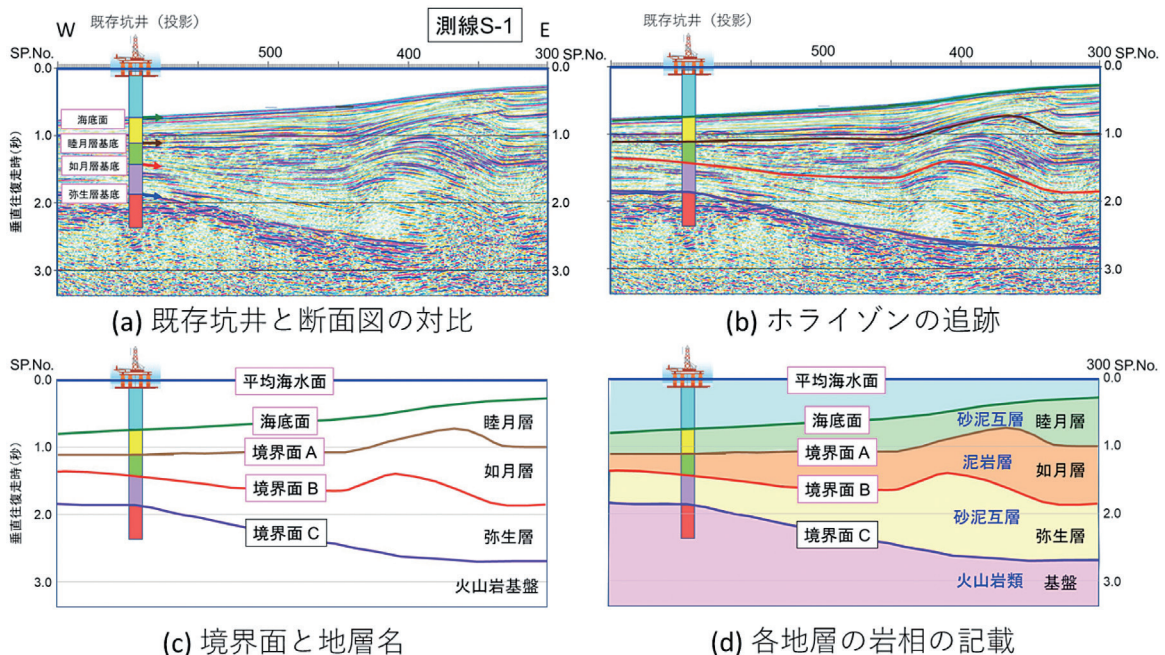
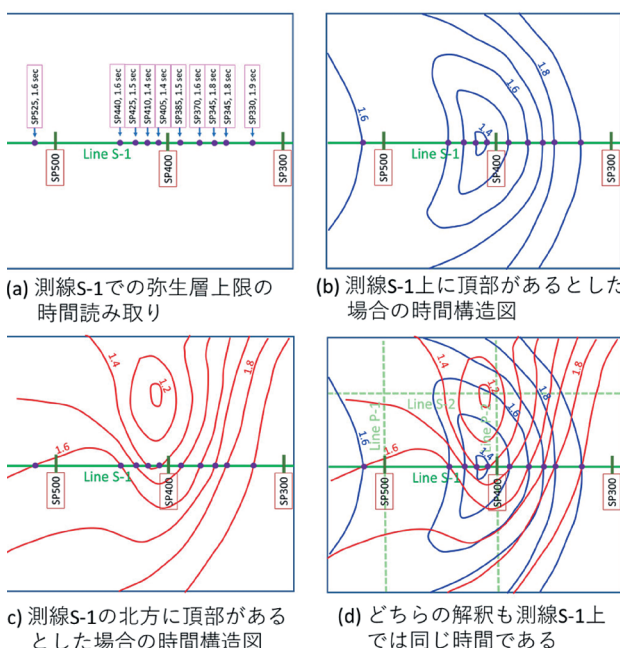
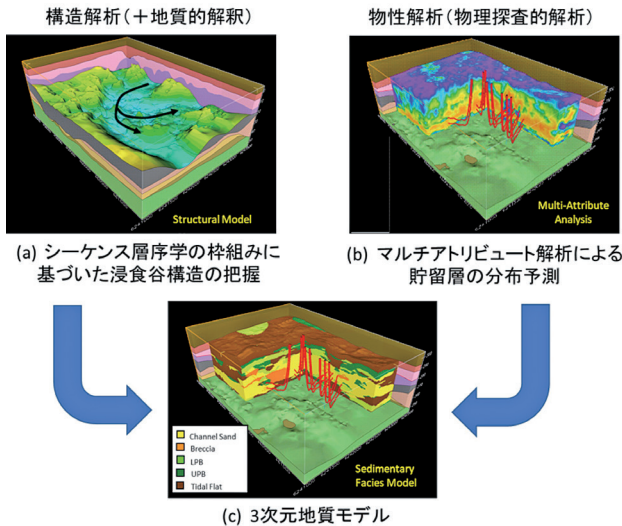

図33 反射法データ解釈の具体例
図34 2次元反射法データ解釈の任意性
図36 3次元地質モデル構築の例
Step 1は、既往の坑井データ・地質データの整理です。周辺地域に存在する地質・物理探査データを収集して解釈作業に使えるデータを整理します。そしてStep 2の地層境界・物性境界の対比に移りますが、具体例としては図33(a)に示すように、例えば測線の近傍にある既往坑井の地層境界情報を測線上に投影して、解釈する境界面のスタート位置を決めます。既往坑井がない新規フィールドでは、地震探査断面図そのものの波形の特徴から解釈する境界面を決
めることもあります。そして、**図33 (b)**に示すように解釈を断面図上に伸ばしていきます。その結果得られたのがStep 3の構造解釈で、**図33 (c)**に示すように各境界面や地層区分の名称を記載します。ここでの睦月層、如月層、弥生層は架空の地層名ですが、実際には地質の模式地の名前が付けられることが多いです(例えば新潟県の、西山層、椎谷層、寺泊層など)。そして、今度は区分された各地層の中身を考察していきます(Step 4)。近傍の坑井データや反射断面図の波形の特徴から、**図33 (d)**に示したように、如月層は泥岩層で石油を逃がさないトラップを形成するので、その下位の弥生層の砂岩層には石油が胚胎している可能性があります。もちろん、この層準より深いところで石油が生成されていて、弥生層の砂岩層にその石油が移動してきていることも必要です。こういった総合解釈から対象地域の地質モデルを構築して石油を探すための井戸位置を決めます。
ここで、**図33**の測線S-1が1本だけ存在している状況を考えましょう。**図34 (a)**は平面図で中央に東西測線S-1があります。SP番号と時間(sec)で示したのが、弥生層上限の解釈の読み取り値です。このデータのみを元に構造図を描こうとすると、実はいくつもの解釈が存在します。**図34 (b)**
は測線上に頂部があると仮定したときの構造図であり、**図34 (c)**は測線の北方に頂部があるとした場合の構造図ですが、**図34 (d)**に示すように測線S-1上での値は一致しています。すなわち、どちらの構造図も存在する可能性があるということです。そこに**図34 (d)**に点線で記入した測線S-2があれば、構造図の任意性はぐっと小さくなります。さらに、2本の測線をつなぐ測線P-1、P-2があればS-1、S-2の解釈面の同定の確度がより高くなります。
図33 (d)には簡便な地質モデルを示しましたが、3次元地震探査と複数の坑井が存在する場合には、より精緻な3次元地質モデルを構築することができます。**図36**には、カナダのオイルサンド開発地域で実施した地質モデル構築の例を示します。**図36 (a)**では、3次元地震探査データから詳細な構造解析を行い、地質的な知見を加えてこの面が侵食谷の底部を表していると解釈しています。また、3次元地震探査データと複数の坑井によるマルチアトリビュート解析という手法を用いて貯留層の存在範囲を特定します。**図36 (b)**では橙色から黄色にかけての領域が貯留層の可能性が高い領域になります。これらの解析データを統合して堆積相のマッピングを行った3次元地質モデルが**図36 (c)**です。赤で示した曲線はSAGDという生産手法による蒸気圧入井と生産井ペアの位置です。この地質モデルを